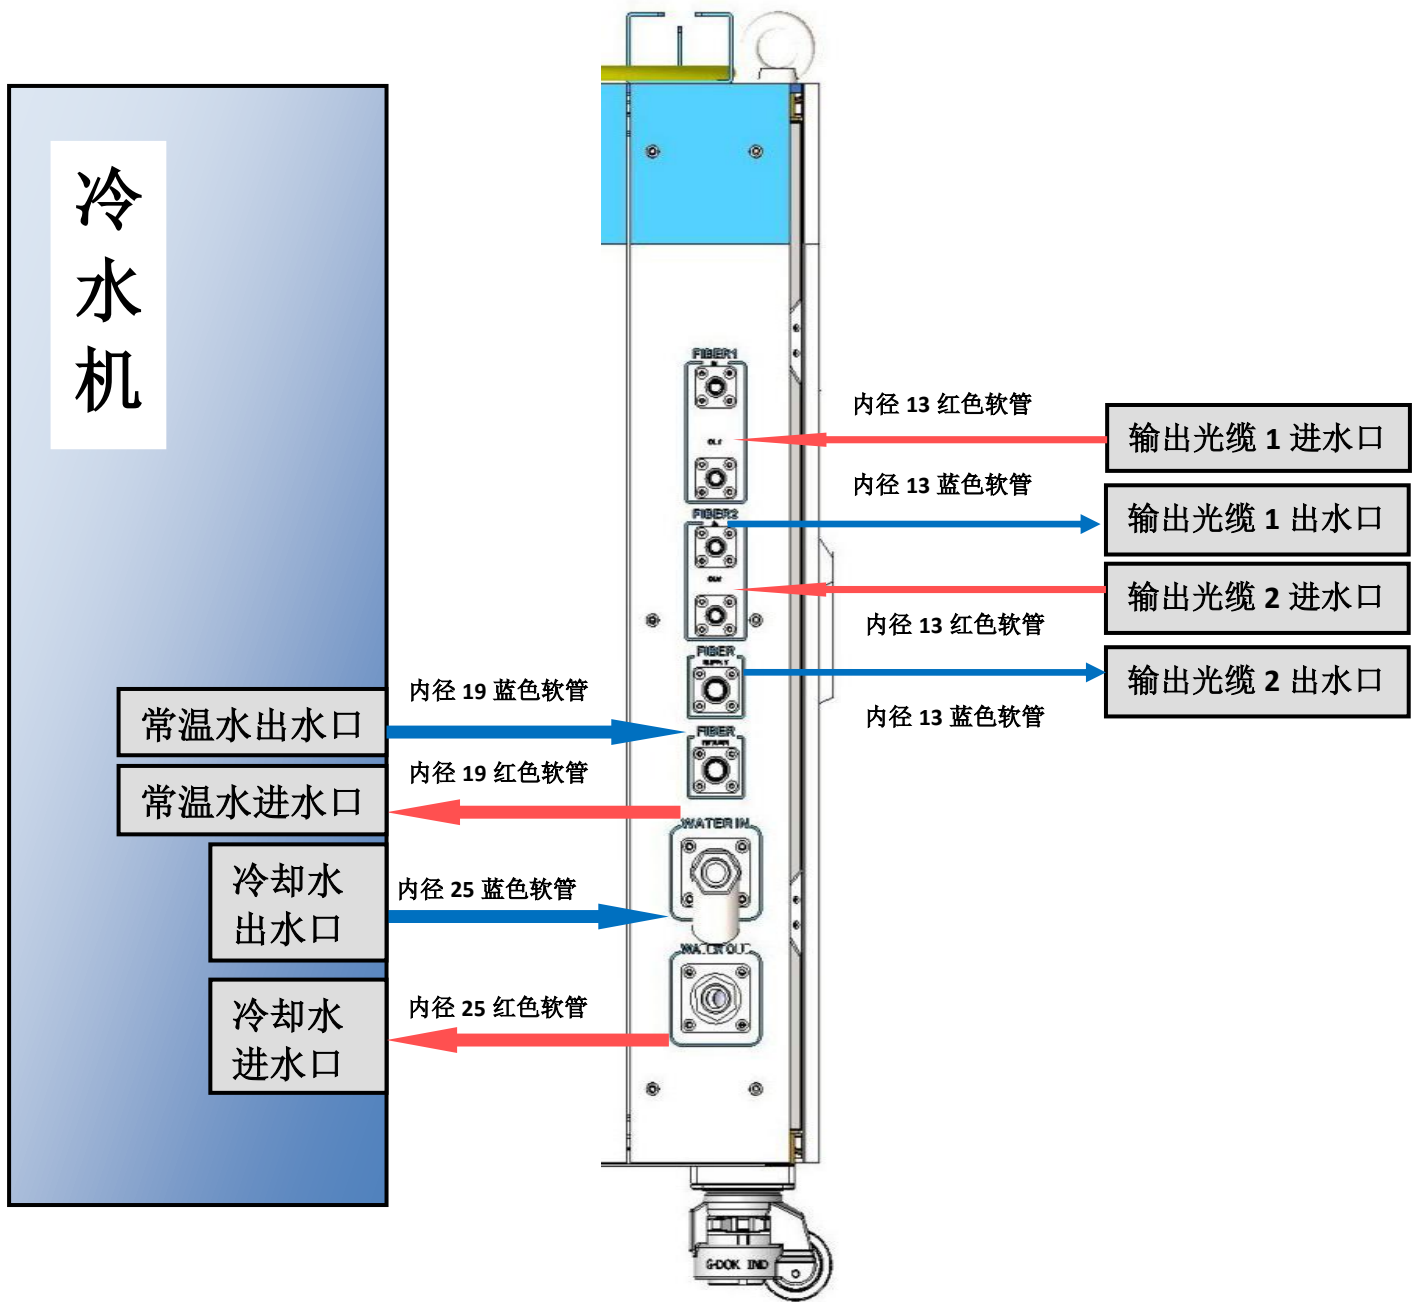

图 11 激光器冷却系统连接示意图
- a) 激光器冷却水连接如图 11 所示，箭头方向表示水流方向；
- a) 输出光缆常温水连接如图 11 所示，箭头方向表示水流方向；